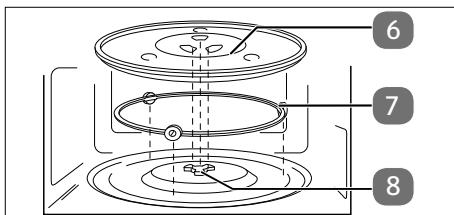

Fig. 3 – Installation du plateau tournant en verre
- ▶ N'utilisez pas le four à micro-ondes sans que le plateau tournant en verre (6) soit inséré correctement.
- ▶ Vérifiez que l'arbre d'entraînement (8) est correctement placé dans l'évidement situé au fond du four à micro-ondes et qu'il repose avec ses branches à plat dans la cavité. Tournez éventuellement l'arbre d'entraînement (8) jusqu'à ce qu'il descende dans sa position correcte.
- ▶ Placez l'anneau à roulettes (7) dans le renflement prévu dans le four à micro-ondes, puis posez le plateau tournant en verre (6) au centre sur l'arbre d'entraînement (8) (voir « Fig. 3 – Installation du plateau tournant en verre ») de façon à ce que les barrettes du plateau tournant en verre (6) se placent entre les branches de l'arbre d'entraînement.